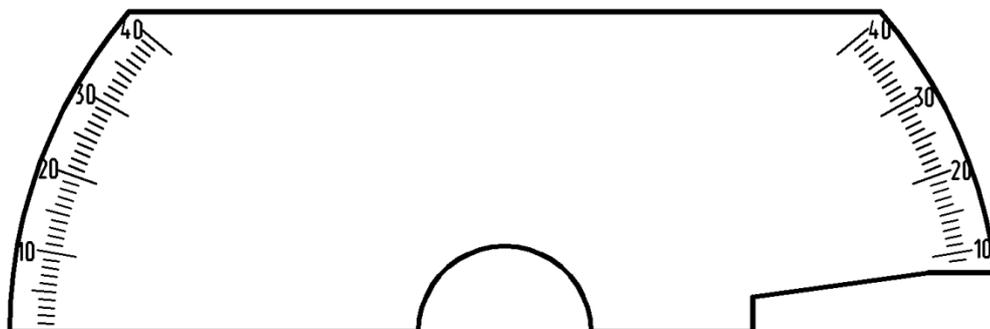

Рис.80. Сектор 24-Ф-74784.001
1. Сектор – 24-Ф-74784.001 (рис.80).